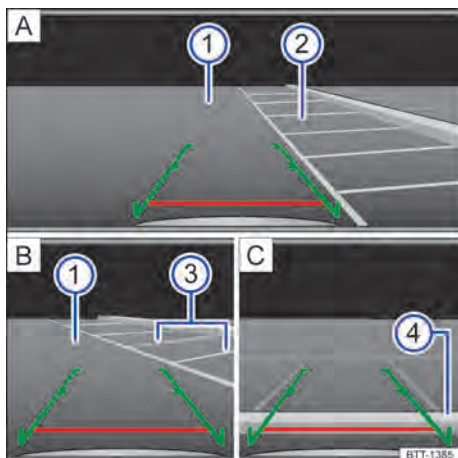

Fig. 97 Exibição do display do rádio ou do sistema de navegação: entrar na vaga de estacionamento com a câmera de marcha a ré (representação esquemática).
Legenda para → Fig. 97:
- Posicionar o veículo na frente da vaga de estacionamento → Fig. 97 ② [A].
- Conduzir para trás lentamente e manobrar de modo que as guias verdes laterais conduzam entre as linhas de delimitação da vaga de estacionamento delimitada ② [A].
- Alinhar o veículo na vaga de estacionamento selecionada de modo que as guias verdes laterais fiquem em cima das linhas de limitação lateral ③ [B].
- Parar o veículo, quando a linha vermelha atingir a limitação traseira ④ [C].